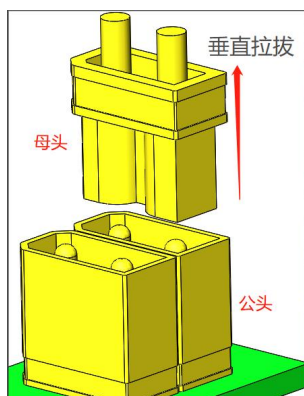
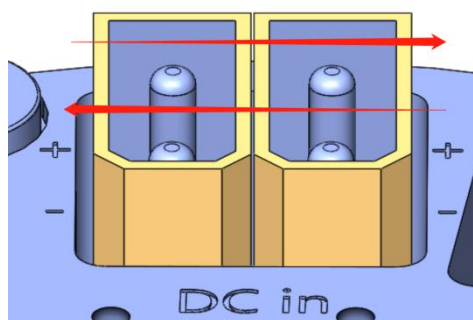

图 6-5 正确插拔方向为垂直方向
图 6-6 请勿左右摇晃电源端子
1、在连接或拔出电源插头时，请在垂直方向对电源端子母头进行插拔（如图 6-5 所示）。电源端子公头能承受的垂直方向拉力极限约为 170N，能承受的水平方向拉力极限约为 0.4Nm。任何时候请勿左右摇晃电源端子（如图 6-6 所示），晃动容易导致电源端子脱落。